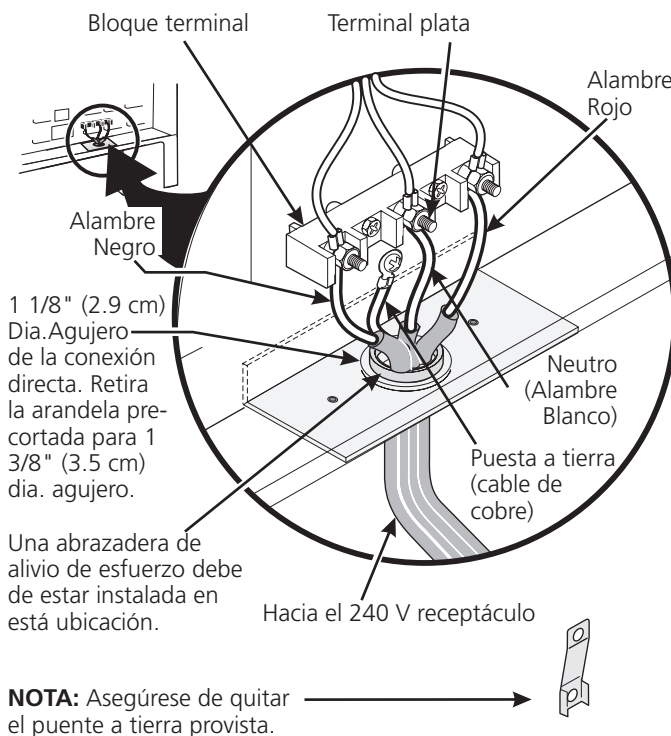

Figura 5
Para las casas sobre ruedas, las nuevas instalaciones, en los vehículos de recreación o en las áreas donde los códigos locales no permiten la conexión del conductor a tierra al neutro, un ensamblaje de suministro eléctrico de 4 conductores para estufas, clasificado a 125/250 voltios mínimo, 40 amperios mínimo, debe de ser utilizado (ver la figura 5).
4. Conecte el alambre de tierra (verde) del cable de bronce del suministro eléctrico al armazón del electrodoméstico con el tornillo de la base, usando el hoyo del armazón por donde retiró el puente de la base (vea figura 5).
6. Repone las 3 tuercas desajustadas en el bloque terminal (vea figura 5).
Si el aparato está conectado directamente al cortacircuito, a la caja de fusibles o a la caja de empalmes, use un cable blindado flexible o no metálico recubierto de cobre (con alambre a tierra). Provee una abrazadera de alivio de esfuerzo homólogo UL a cada extremidad del cable. A la extremidad del electrodoméstico, el cable pase a través del agujero de la conexión directa (ver figura 5) en la placa de montaje del cable. El tamaño de los alambres (**alambre de cobre solamente**) y las conexiones deben estar conforme al régimen del electrodoméstico.